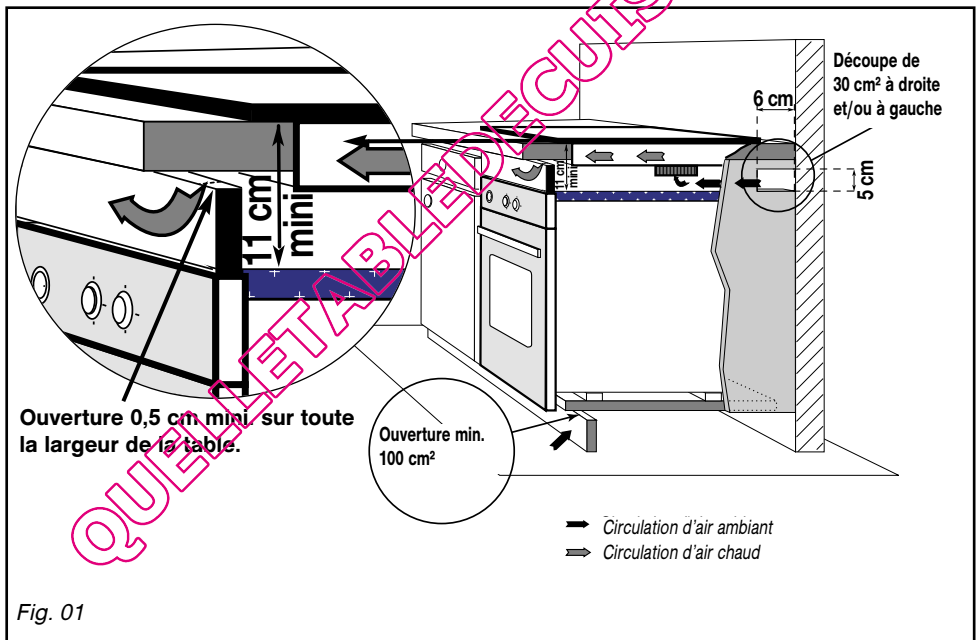

Fig. 01
– Vous pouvez immobiliser, si vous le désirez, la table au moyen de pattes de fixation livrées avec leur vis (Fig. 02) se fixant aux coins du carter. **Utilisez impérativement les trous prévus à cet effet suivant le dessin ci-dessus (Fig. 01).**
– **Au-dessus d'un four (Fig. 01)**
Nous suggérons à cet effet une découpe de 30 cm² à l'arrière d'un des côtés de la niche d'encastrement (*Fig. 01*)
— Branchez les fils sur l'installation en respectant les couleurs des fils (Fig. 01).